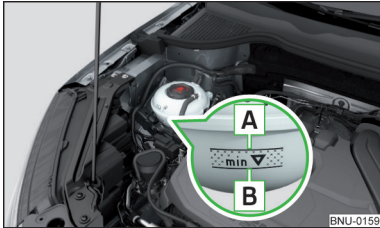

Abb. 300
**Kühlmittelstand prüfen** - der Kühlmittelstand muss zwischen den Markierungen A und B liegen » **Abb. 300**. Liegt der Kühlmittelstand unterhalb der Markierung B, das Kühlmittel nachfüllen.
Die **Spezifikation** des Kühlmittels ist auf dem Kühlmittelausgleichsbehälter aufgeführt » **Abb. 300**.
- Das Kühlmittel nicht über die Markierung A auffüllen » **Abb. 300**. Das Kühlmittel könnte bei Erwärmung aus dem Kühlsystem gedrückt werden - es besteht die Gefahr einer Beschädigung der Motorraumteile.